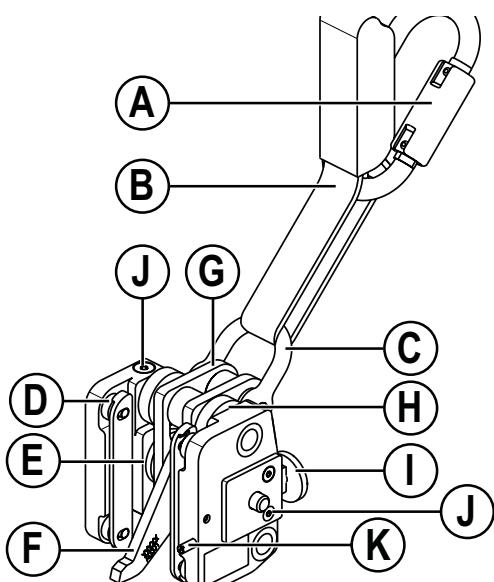

Abb. 13
Der Sicherungsläufer (Abb. 13 und 14) ist funktionsfähig, wenn er folgenden Kriterien entspricht:
- Nur GÜFA Flexx (Abb. 13):